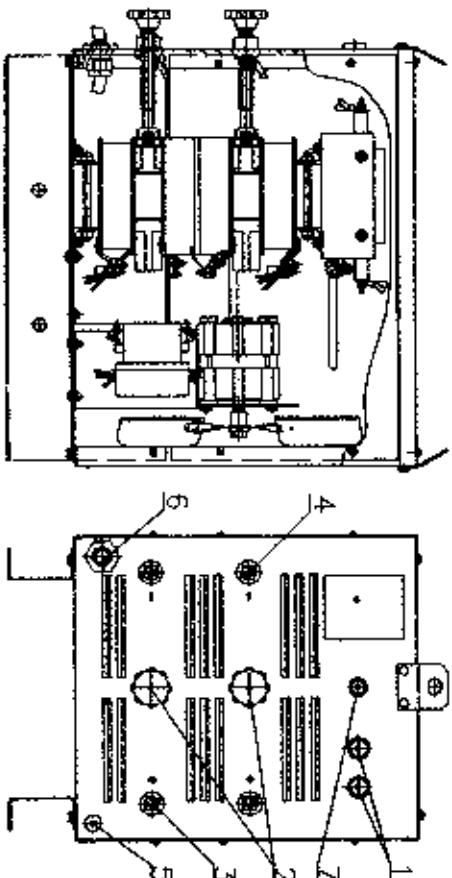

Рис.1 Общий вид выпрямителя ВДМ 2x313 УЗ
3.1 Внешний вид выпрямителя приведен на рис. 1. Общий вид выпрямителя. На передней стенке выпрямителя расположены кнопки «Пуск» и «Стоп» (поз.1), выходные зажимы «ГЛОС» (поз.3) и «МИНУС» (поз.4). На передней стенке находятся ручки перемещения магнитного шунга (поз.2), бобышка заземления (поз.5) и выход струевого кабеля (поз.6). Поз.7 арматура сигнальная. Охлаждение выпрямителя воздушное, принудительное, направление потока охлаждающего воздуха - от передней стенки к задней.